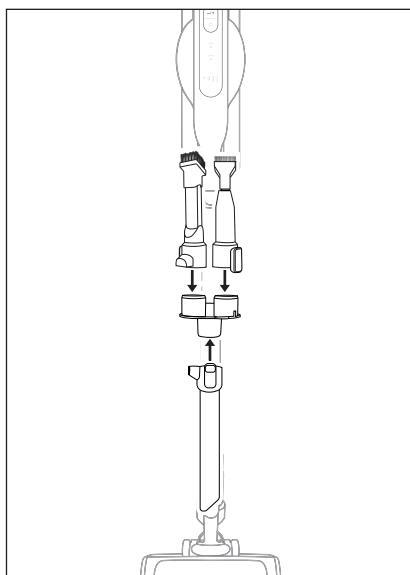

Abb. 17
- ◆ Entfernen Sie Zubehör vom Gerät und stecken Sie es zur Aufbewahrung auf die Zubehörhalterung 17 (siehe Abbildung 17).